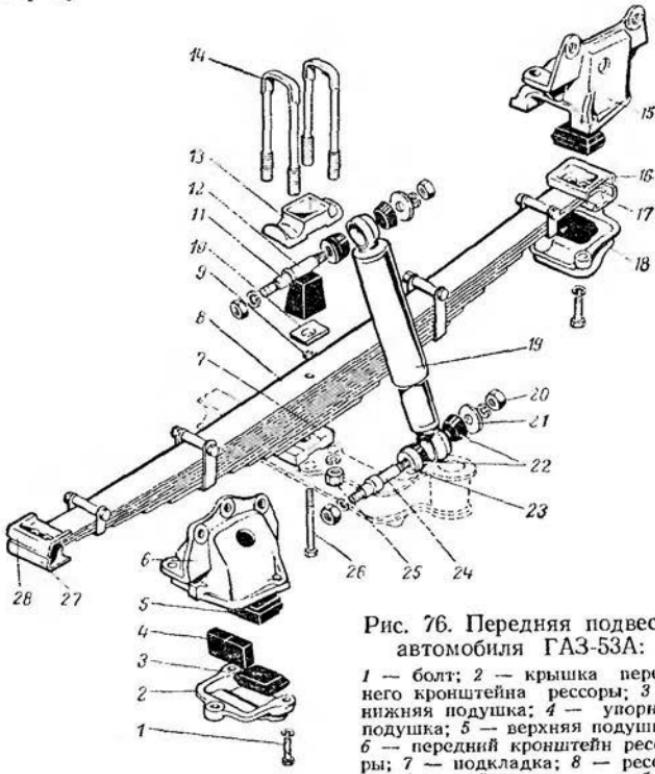

Рис. 76. Передняя подвеска автомобиля ГАЗ-53А:
**Разборка подвески на узлы.** Если требуется разобрать всю подвеску, то надлежит снять: амортизатор 19 (рис. 76); рессору 8; резиновые подушки 3, 4, 5 рессор; кронштейны амортизаторов, буфера и другие детали, прикрепленные к раме болтами; кронштейны 6 и 15 рессор с рамы, сривив за-клепки.
Отвернуть гайку 20 (см. рис. 76) на нижнем пальце 24, снять шайбу 21 и резиновую втулку 22.
вложить в чашки 16 и 28 (см. рис. 76) резиновые подушки 5;